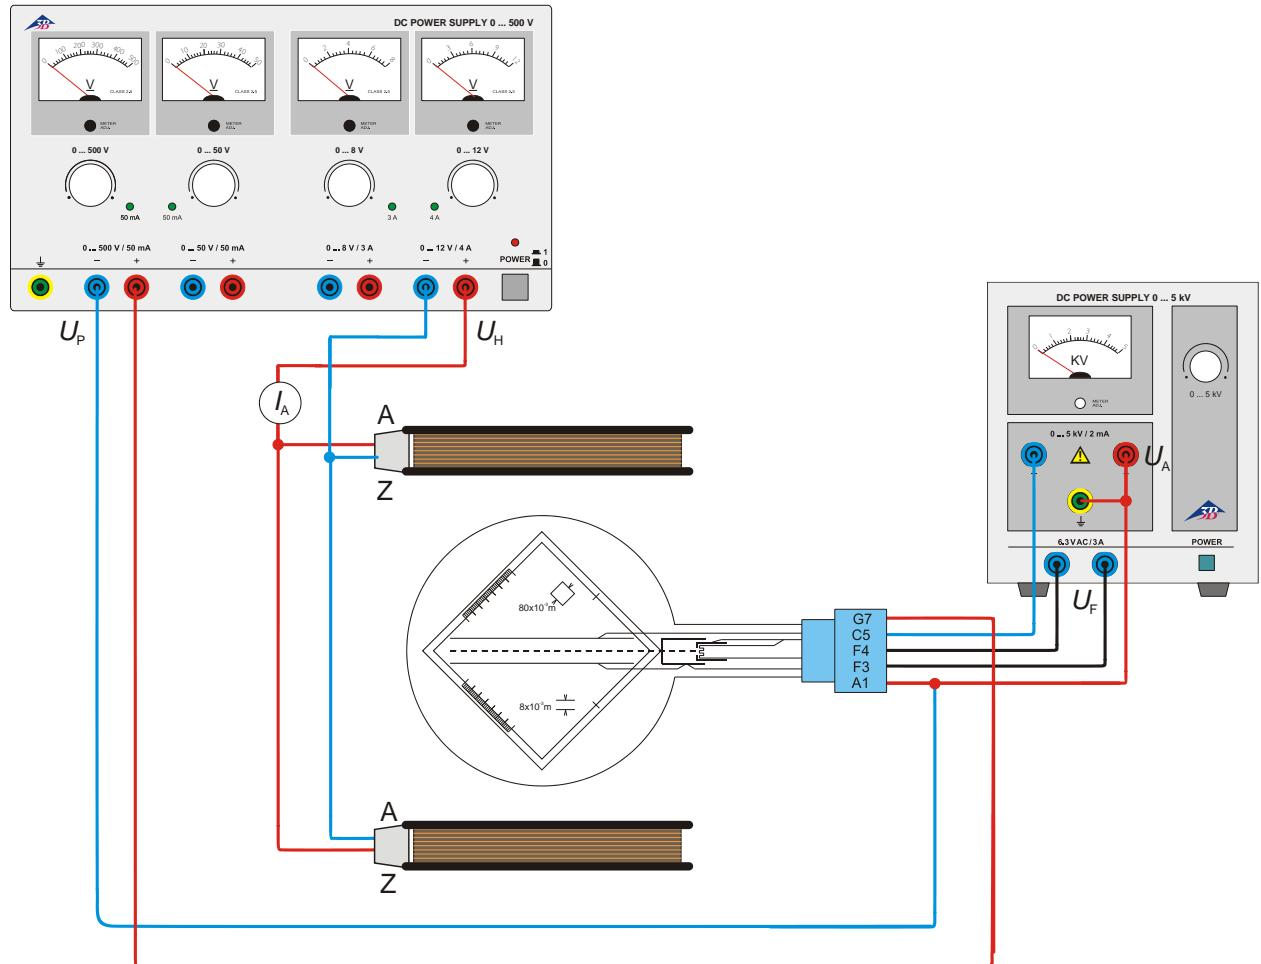

Fig. 4 Determinação de  $e/m$  por meio de compensação de campo
- Montagem da experiência conforme fig. 4.